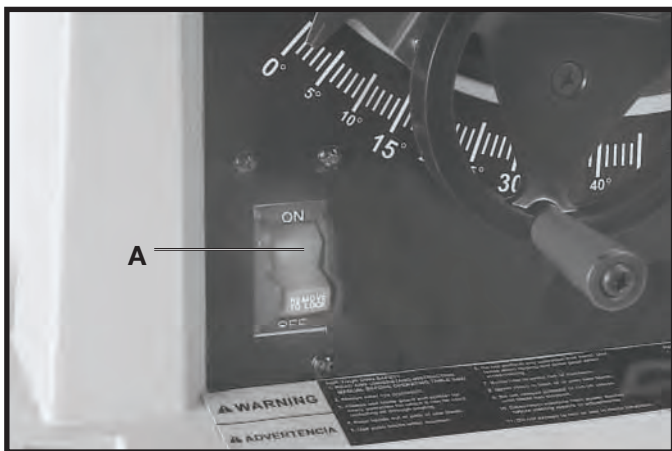

Fig. 27
A chave liga/desliga (“ON/OFF”) (A) Fig. 27 se encontra na parte frontal do compartimento da serra. Para **LIGAR** a serra, levante a chave (A) para a posição “ON” (“Ligar”). Para **DESLIGAR** a serra, posicione a chave (A) em “OFF” (“Desligar”).